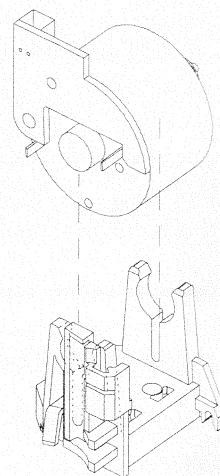

Fig. 11
- Den Einfädelmotor (Pos.38) aus dem Motorhalter nehmen (Fig. 11).